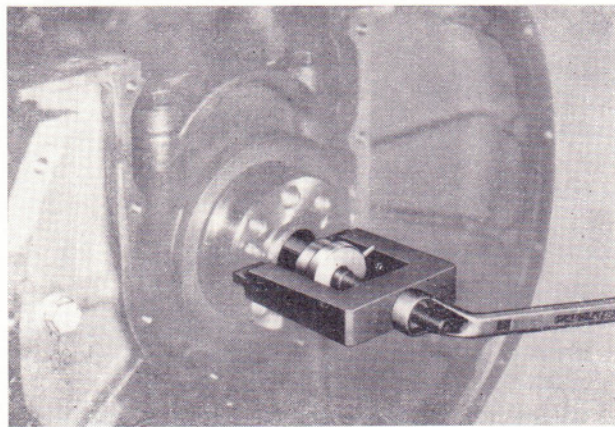

Bild 79
- Rillenkugellager und Distanzbuchse mit der Ausziehvorrichtung 27 98303 003 ausbauen (Bild 79).